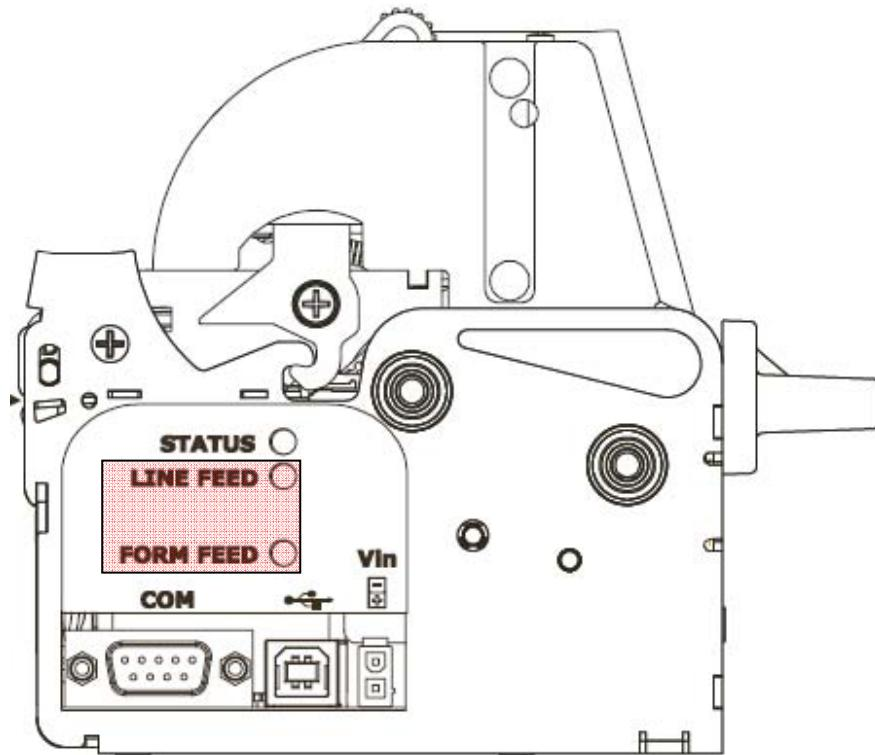

Рисунок 13 – Положение кнопок принтера.
- 2.17. Включите принтер, удерживая кнопку **[FF]** (см. рис. 13) до тех пор, пока не начнет печататься таблица. Распечатается таблица, приведенная ниже. Необходимо сравнить приведенную в данном документе таблицу с распечатанной таблицей. Обратите внимание на наличие символов «ФП», «≡», «€» и «♣». Если все верно, то отключите принтер. Если обнаружены несоответствия, то следует повторить все пункты Раздела 2.